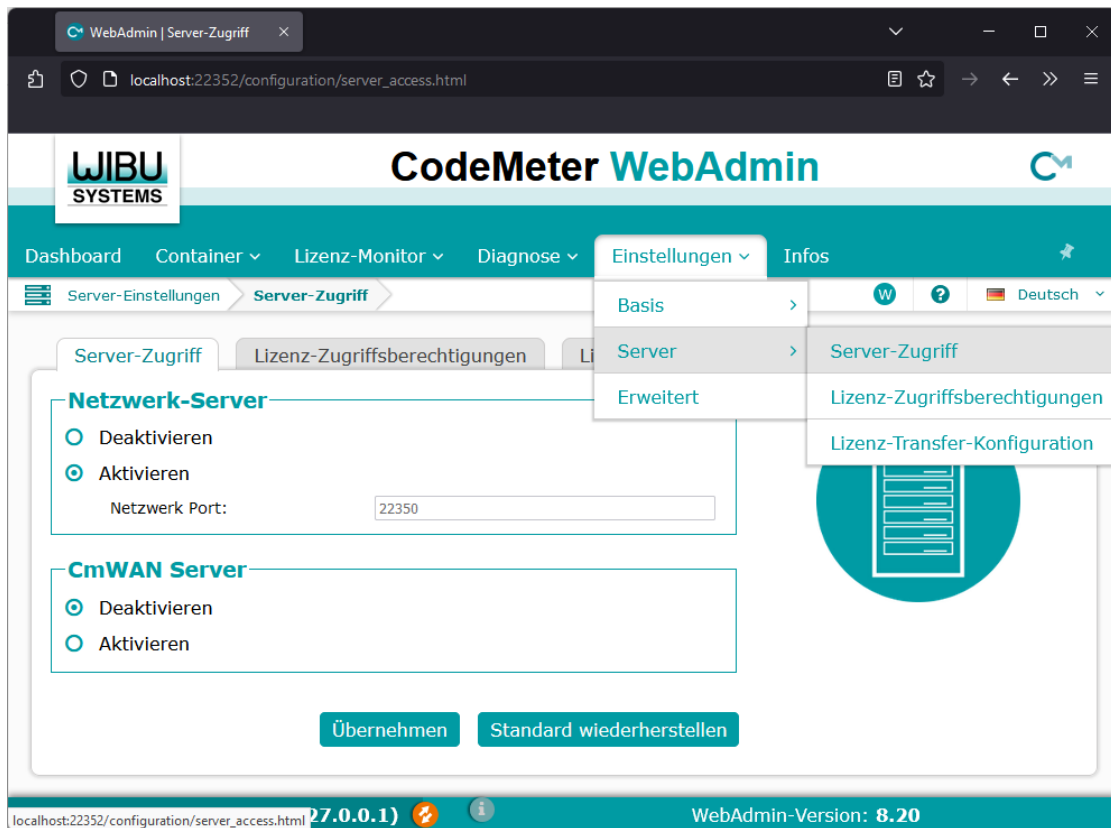

Abb. 2.4.2: CodeMeter® WebAdmin - Servereinstellungen.
- Wählen Sie den Eintrag „Einstellungen“ im oberen Menü und danach im zugehörigen Untermenü die Einträge „Server“ und „Server-Zugriff“. Setzen Sie unter „Netzwerk-Server“ die Option „Aktivieren“ und klicken Sie auf die Schaltfläche „Übernehmen“ [Abb. 2.4.2]. Schließen Sie danach den Browser.